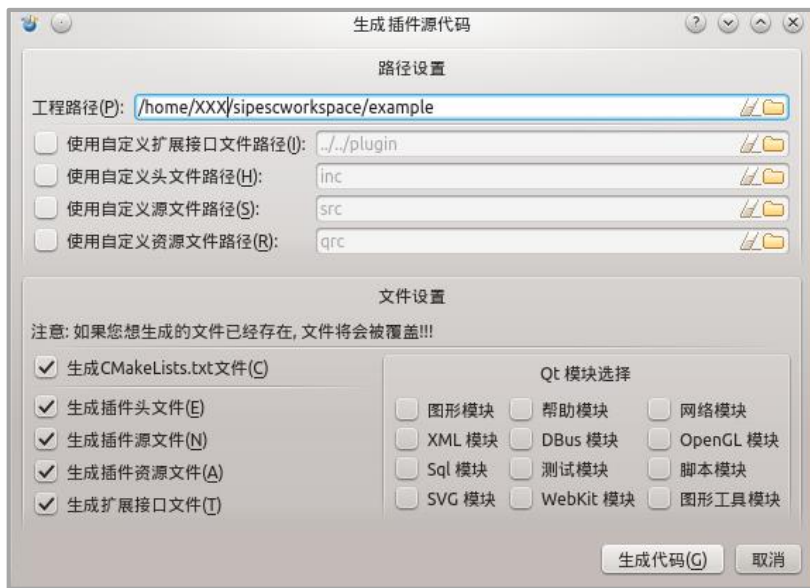

图 3-4
4.生成代码。新建一个文件夹，用于存放该单元插件的 C++ project，在子目录中建立 doc 文件夹并将.sipplugin 的插件设计器工程文件保存于此。用插件设计器生成代码，该流程和 HelloWorld 文档中生成代码一致。见图 3-4。